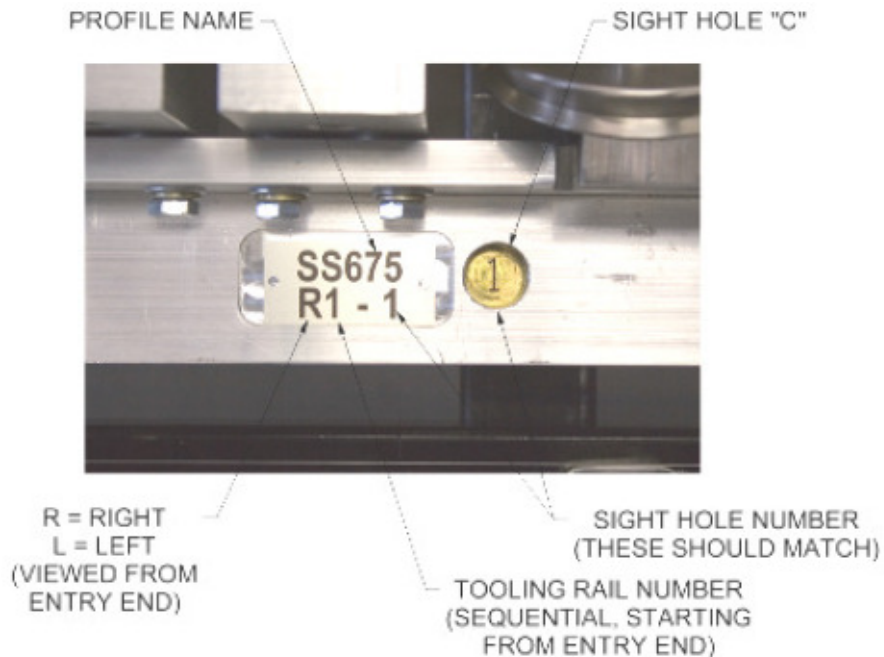

Ilustración 47: Identificación de carril de herramientas.
7. Encuentre el carril de herramientas R1 y póngalo en superficie plana encima del carril de montura de lado derecho #1 asegurándose que el número correcto este reflejado en el orificio "C" (Ilustración 47). Hile los dos tornillos de montura en los espacios de los carriles y apriételes manualmente. Jale el ensamble del carril de herramientas hacia la afuera de la máquina hasta que los espaciadores de carril de herramientas "D" haga contacto con la cara del carril de montura. Sosténgalo en su lugar mientras soca los tornillos de montura con una llave de 1/2".